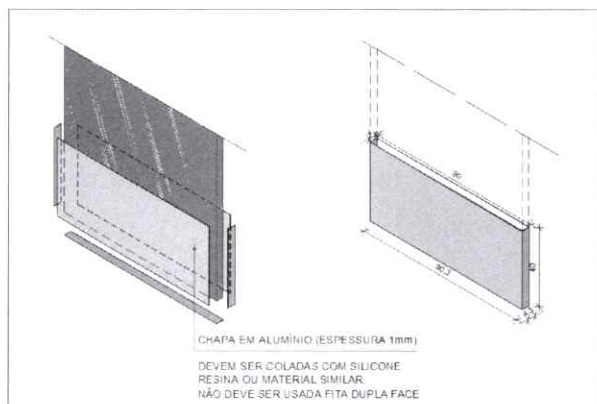

Figura 5 - detalhe chapa metálica para portas de madeira
- Diâmetro dos furos – 9,52mm e espaçamento entre os furos – 13,8mm, com disposição alternada longitudinal, conforme figura 5;